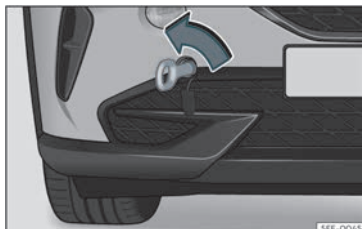

Fig. 44 Parte dereita do parachoques dianteiro:argola de remolque roscaada.
- Enrosque a argola de remolque na cavidade, xirándoa ao máximo **no sentido contrario ao das agullas do reloxo**»» **fig. 44** »» **!** Use un obxecto adecuado co que poida en-